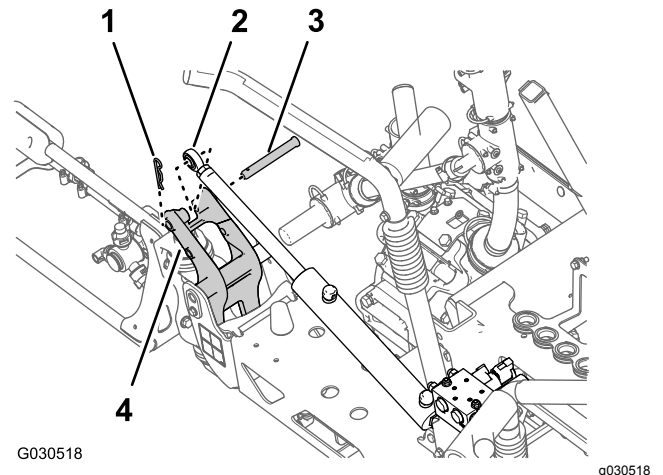

Bild 72
3. Nehmen Sie den Lastösenbolzen und den Splint ab, mit denen das Stangenende des Hubzylinders an der Schwenkhalterung befestigt ist (Bild 72).